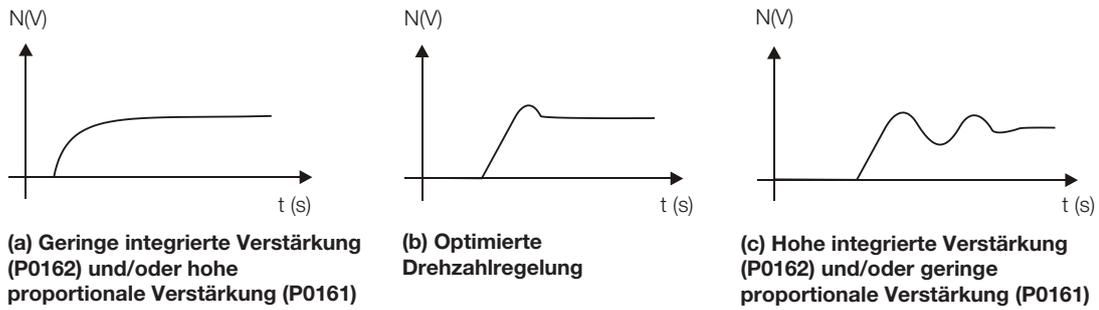

Abbildung 13.5: (a) bis (c) Ansprechtypen von Drehzahlregelungen
6. Vergewissern Sie sich anhand der Optionen in Abbildung 13.5 auf Seite 13-15 welche Kurvenform das beobachtete Signal am besten darstellt.
7. Passen Sie P0161 und P0162 abhängig vom Ansprechtyp in Abbildung 13.5 auf Seite 13-15 an.